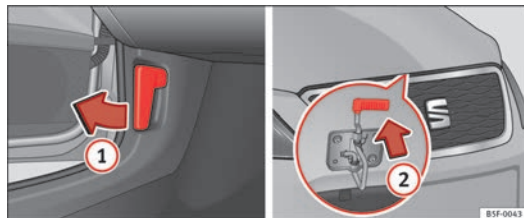

Fig. 112 Levier de déverrouillage sur le plancher, côté conducteur et came sous le capot-moteur.
- Tirez le levier situé sous le tableau de bord dans le sens de la flèche ① ⇒ fig. 112.
- Appuyez sur la bascule sous le capot-moteur de manière à ce qu'elle soit orientée vers le haut ⇒ fig. 112 ②. Le crochet de fixation est alors déverrouillé.